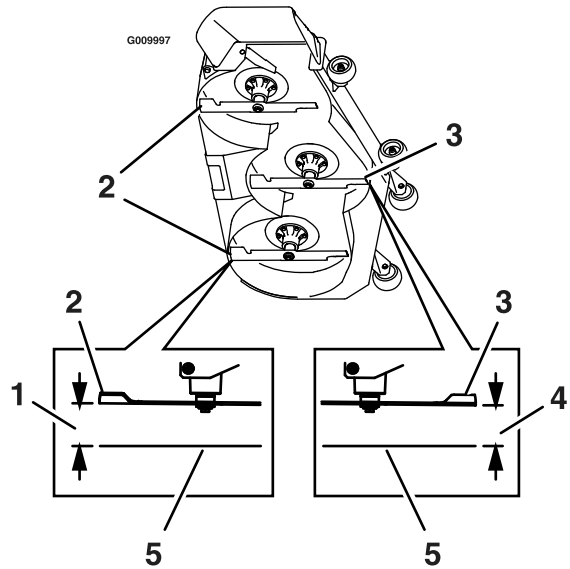

Figure 81
7. Mesurez et notez la distance entre la surface plane et la pointe avant de la lame centrale (Figure 81).